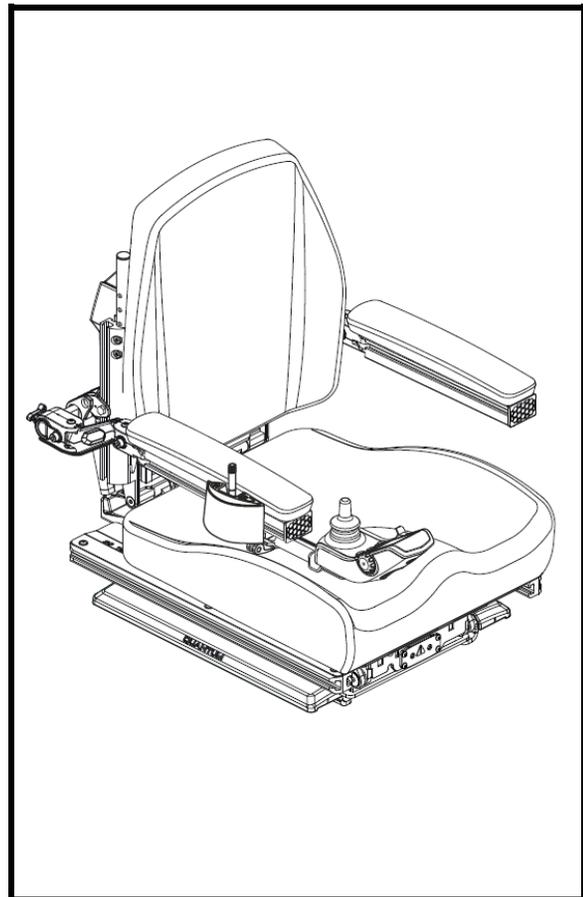

Bild 14. Kippschalter des elektrischen Sitzhöhenverstellers
1. Klappen Sie das Fußbrett hoch und finden Sie die Schraube. **Siehe Bild 14.**